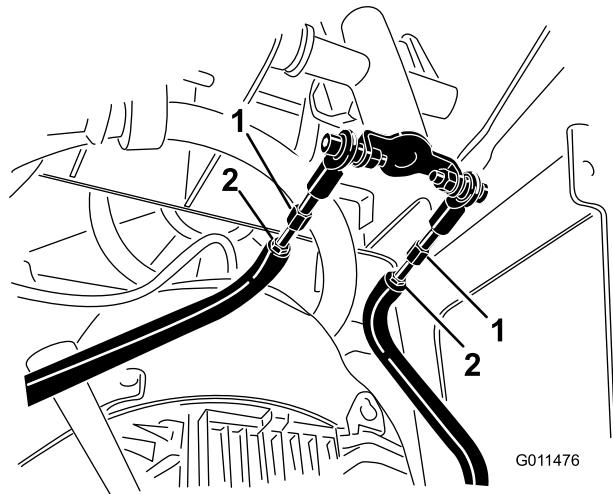

Figure 51
- Desserrez les écrous de blocage sur les tiges de déplacement, sous le panneau de commande (Figure 51).